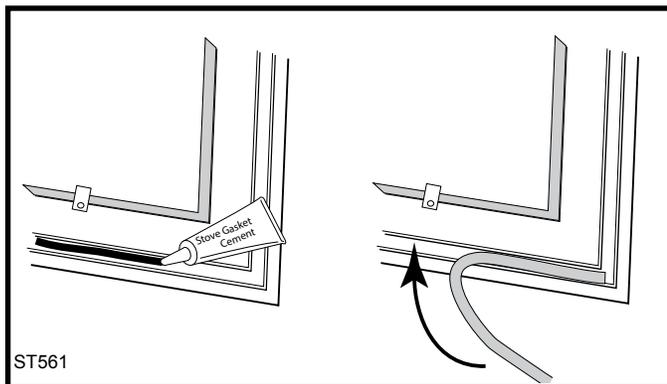

**Fig. 45** Retirez le joint puis nettoyez le profilé à l'aide d'une brosse métallique
1. Retirez le joint existant en le tirant fermement par une extrémité. (Fig. 45)
2. Nettoyez la colle ou les morceaux de joint dans le profilé à l'aide d'une brosse métallique ou de la pointe d'un tournevis. Retirez les dépôts résistants de ciment avec un ciseau à froid, le cas échéant. (Fig. 45)